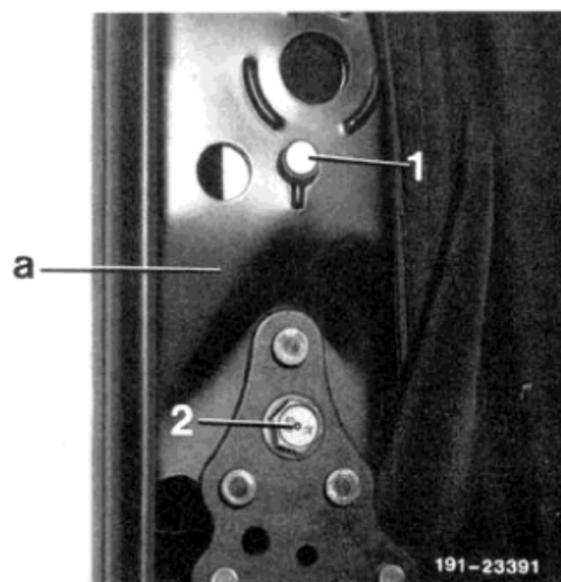

Bild 2
- 5 Verstärkung anschrauben (Bild 2).